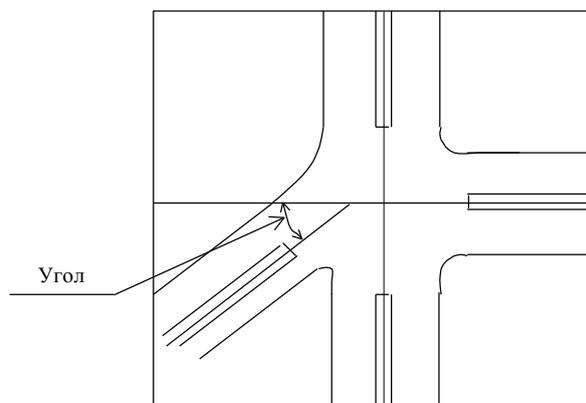

Рисунок 29
– угол – величина угла между осевой линией описываемого входа и продолжением осевой линии противоположного входа (рис. 29);